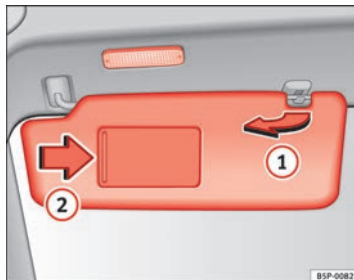

Fig. 80 Parasol del lado del conductor
Los parasoles del conductor y del acompañante pueden extraerse de sus soportes centrales y girarse hacia las puertas ⇒ fig. 80 ①.